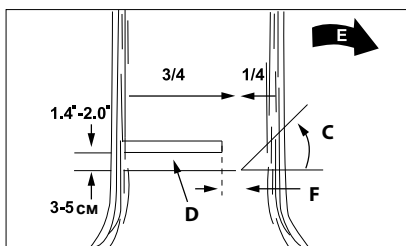

Рис. 15
Внимание! Не ходите перед деревом, на котором уже произведены надпилы. Окончательный срез (D) выполняется с обратной стороны дерева в 3-5 см над горизонтальной основой надпила (С) (рис. 15).